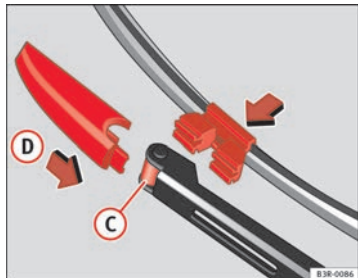

Fig. 182 Pose du balai
- Placez le balai d'essuie-glace neuf dans la fixation sur le bras d'essuie-glace ➔ fig. 182 (C).
- Poussez le dispositif de verrouillage du balai d'essuie-glace dans le sens de la flèche (D) jusqu'à ce qu'il s'encliquette dans le bras d'essuie-glace de façon perceptible.